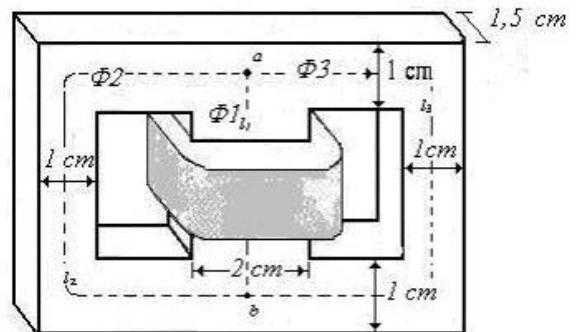

Fig. 5
6.-La Fig. 5 representa el circuito paralelo magnético de acero colado de un transformador trifásico y tiene una bobina de 500 vtas. Las longitudes medias son  $l_2 = l_3 = 10$  cm,  $l_1 = 4$  cm. Halle la corriente en la bobina si  $\phi_3 = 0,173$  mWb.